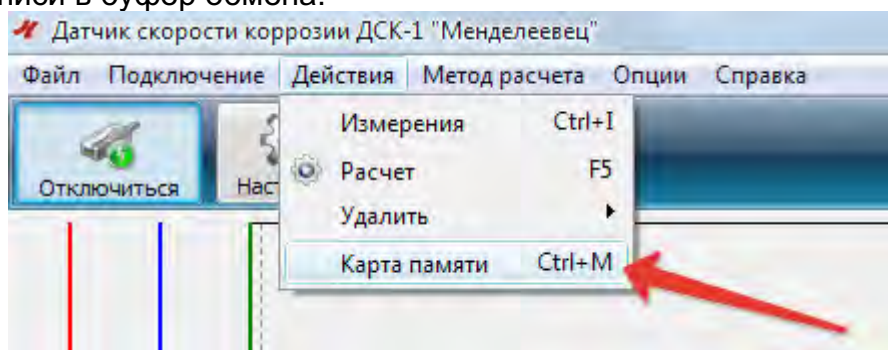
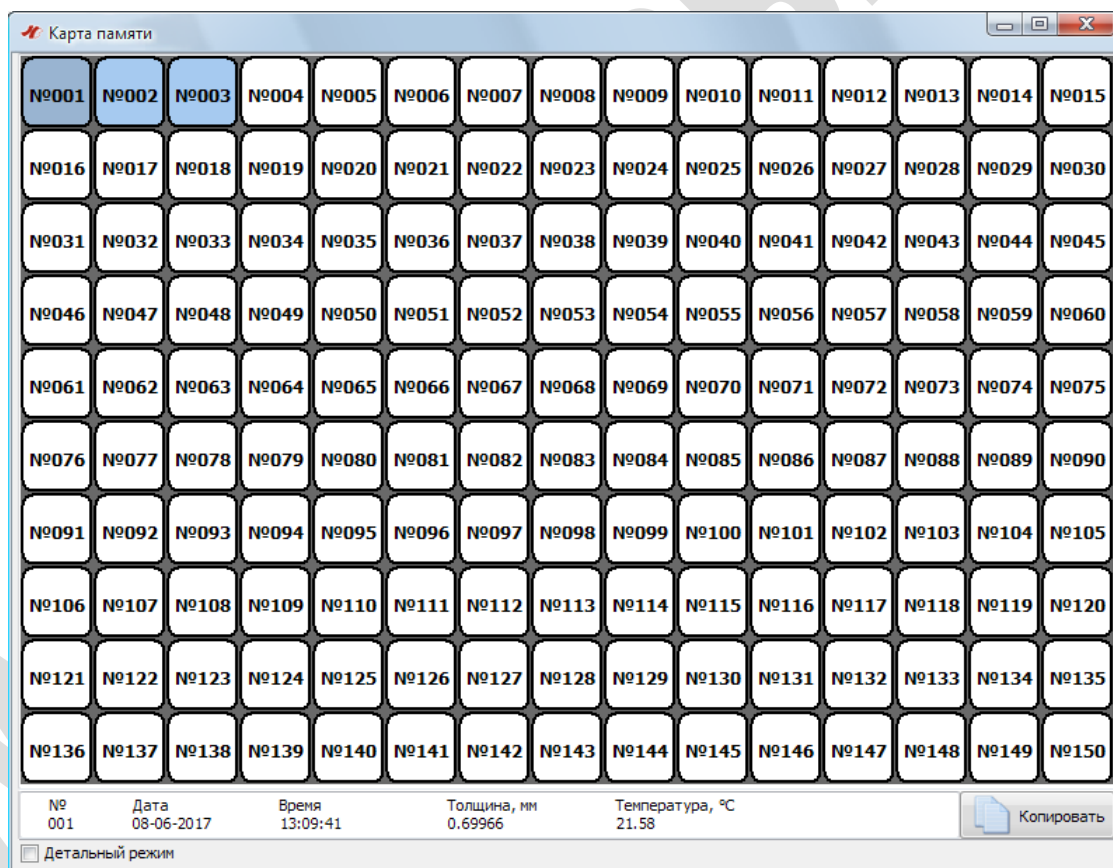

Рисунок 34 – Подпункт меню «Действия» - «Карта памяти»
Рисунок 35 – Окно карты памяти датчика, обычный режим
3.11.1 Просмотр карты памяти датчика доступен по нажатию на кнопку меню «Действия» - «Карта памяти» (рисунок 34). Существует два режима отображения карты: обычный (рисунок 35) и детальный режим (рисунок 36). Основное отличие режимов заключается в способе вывода информации. В обычном режиме, для просмотра записей требуется выбирать (нажатием левой кнопки мыши) каждую запись вручную, тогда как детальный режим отображает полную информацию по каждой записи одновременно. Переключение режимов осуществляется по установке флажка в левом нижнем углу окна. Кнопка «Копировать» в обычном режиме отображения позволяет помещать данные выделенной записи в буфер обмена.